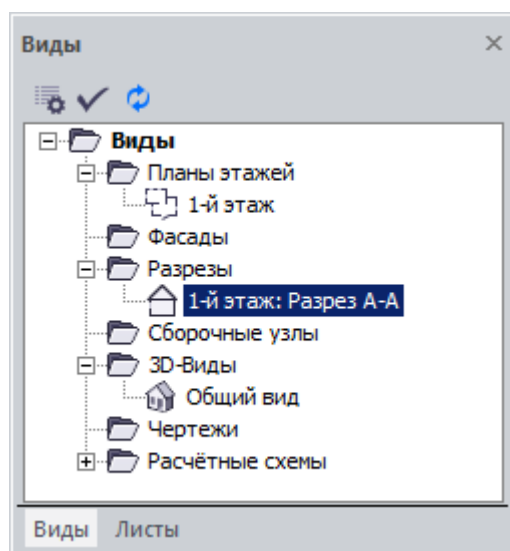

Рис.7.11. Открытие разреза А-А
- В диалоговом окне **Виды** (рис.7.11) выполните двойной щелчок по строке  1-й этаж: Разрез А-А в папке **Разрезы**.